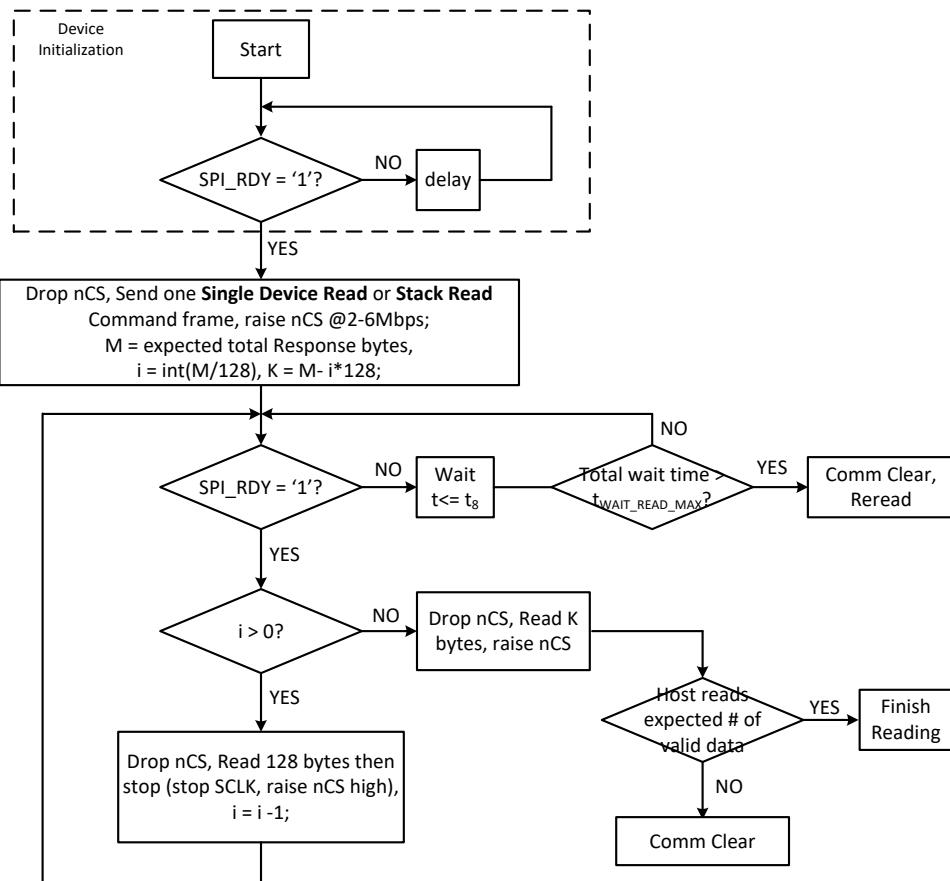
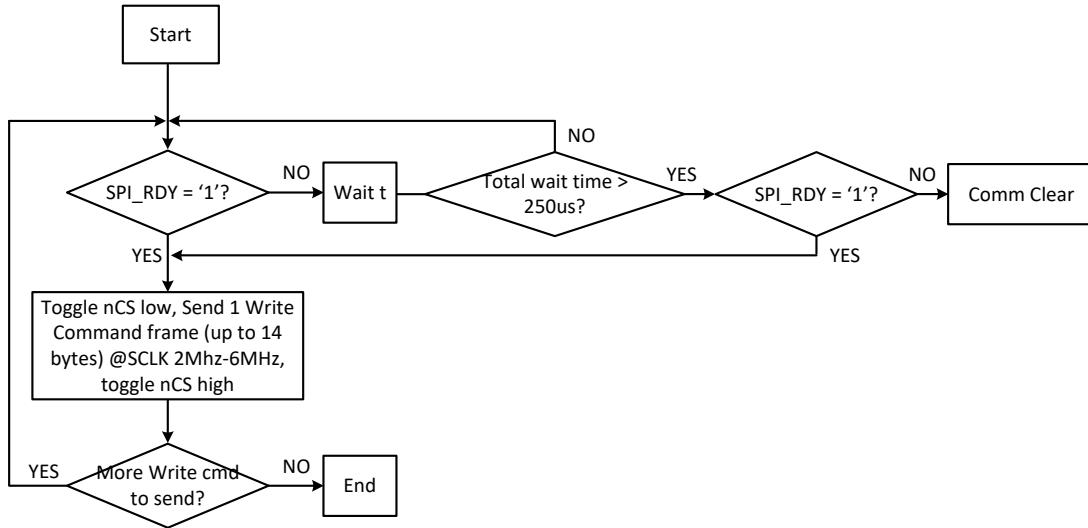

图 7-16. Flow Chart to Read from Device
图 7-17. Flow Chart to Send Write Command Frame to Device
- 为避免菊花链接口上的冲突，MCU 必须等到接收到所有预期的响应帧 ( 或等待计时器到期 ) 后再向 BQ79600 发送另一个命令帧。请参阅图 7-16 中的流程图。
User shall follow flow chart 图 7-16 to do read from device and 图 7-17 to do write to device activities.
- SPI\_RDY 为低电平超过预期时间，即 READ 模式中的  $t_{SPI\_RD\_WAIT\_MAX}$  (图 7-16)，而在将写命令帧发送到器件时为  $220 \mu s$ 。请勿在此等待时间结束前发送 Comm Clear 命令。